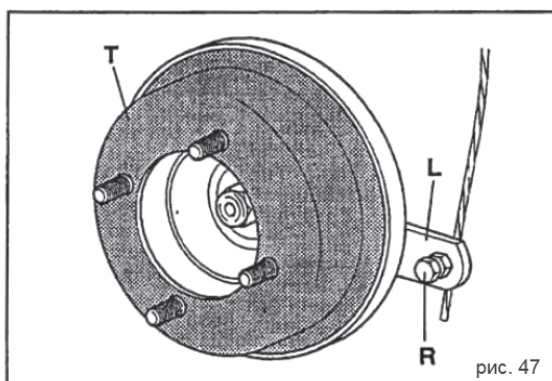

рис. 47
- 6) Разберите ступицу колеса **M**, путём снятия конического ключа. Смонтируйте колёсный барабан **T** (Рис.47).
- 8) Смонтируйте тормозной тросик и оболочку, закрывающую тросик в зажим **R** (Рис.47), который вставлен в контрольный рычаг **L** открытого тормозного башмака.